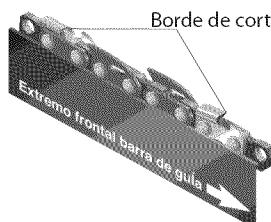

Figura 37 - Instalación correcta de la cadena de la sierra
4. Ponga la nueva cadena alrededor del piñón motriz, a lo largo de la ranura superior de la barra superior de la barra guía, y alrededor del extremo de la barra guía. Nota: Asegúrese que los bordes cortantes de la cadena estén mirando en la dirección correcta. Ponga la cadena de manera que los bordes cortantes en el tope de la barra guía miren hacia el extremo de la barra guía (vea la figura 37 y el indicador en la cubierta lateral de la sierra).